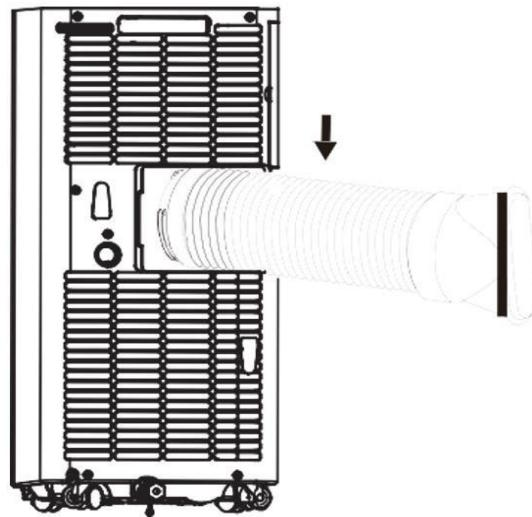

Abb.1
- Schrauben Sie den Abluftschlauch (mit Adapter) an den Abluftauslass an der Rückseite des Gerätes (im Gegenuhr- zeigersinn, Abb. 1).